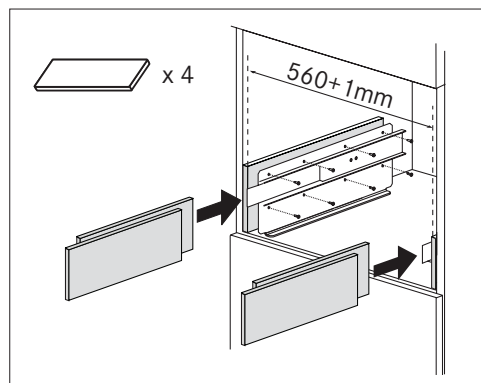

Fig. 7
- ▶ Si es necesario, corrija la alineación del aparato colocando los separadores suministrados debajo o a los lados del soporte (Fig. 7).